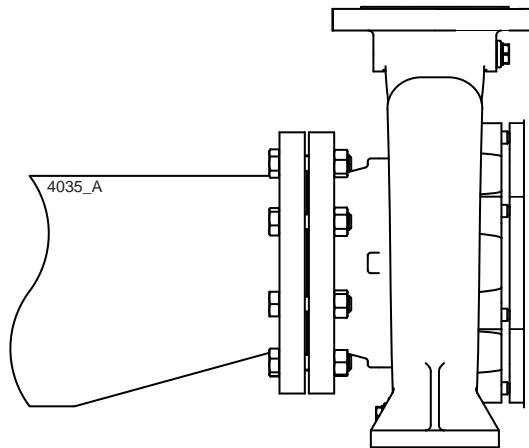

Figura 6: Riduttore eccentrico verso la flangia di aspirazione.
- Il passaggio del liquido nel tubo d'aspirazione deve essere calcolato con molto margine. La suddetta tubazione deve essere più corta possibile e sistemata in maniera che non sia possibile il formarsi di sacche d'aria. Qualora ciò non fosse possibile, deve essere prevista la possibilità di sfiatare l'aria dal punto più alto. Se il tubo d'aspirazione fosse di diametro maggiore della flangia di aspirazione, sarà necessario utilizzare un riduttore eccentrico in modo da impedire la formazione di sacche d'aria e vortici. Vedere il figura 6.